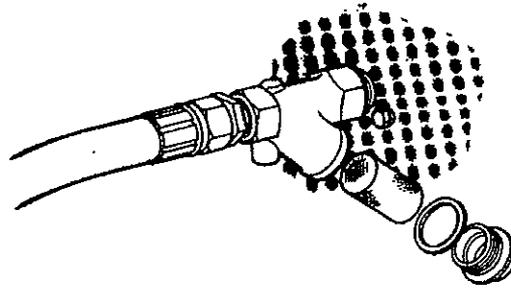

fig. 22
- Assemble the electrovalve and the filter supplied with the machine (only filter for H1255 model), at the steam supply (V connection), ensuring gasket tightness with a suitable product (resistant to temperature) (fig. 22).
- Montar la electroválvula y el filtro suministrados con la máquina (sólo filtro en el modelo H1255), a la entrada de vapor (conexión V), asegurando la estanqueidad de la unión con algún producto resistente a la temperatura (fig. 22).
- Monter l'électrovanne et le filtre livrés avec la machine (seulement filtre dans le modèle H1255), à l'arrivée de vapeur (raccordement V), assurer l'étanchéité de l'union avec un produit résistant à la température (fig. 22).